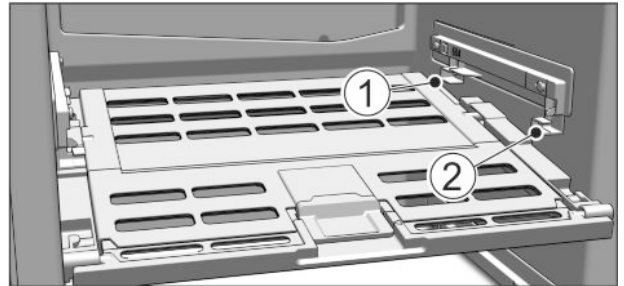

Fig. 43
- ▶ A zöldséges & gyümölcsös rekesz fedelének behelyezése: Alulról vezesse be a fedél bordáit a hátsó tartóba Fig. 43 (1), elől pedig pattintsa be őket a tartóba Fig. 43 (2).